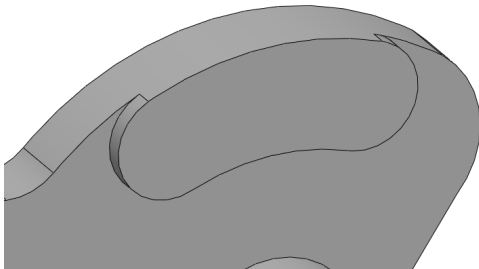

图 14-43 创建拉伸凸台特征
(9) 退出草图绘制环境，单击【拉伸凸台/基体】按钮，选择新绘制的草图，弹出【凸台-拉伸】属性管理器，设置【深度】为 5，单击【确定】按钮，即可创建拉伸凸台特征，效果如图 14-43 所示。